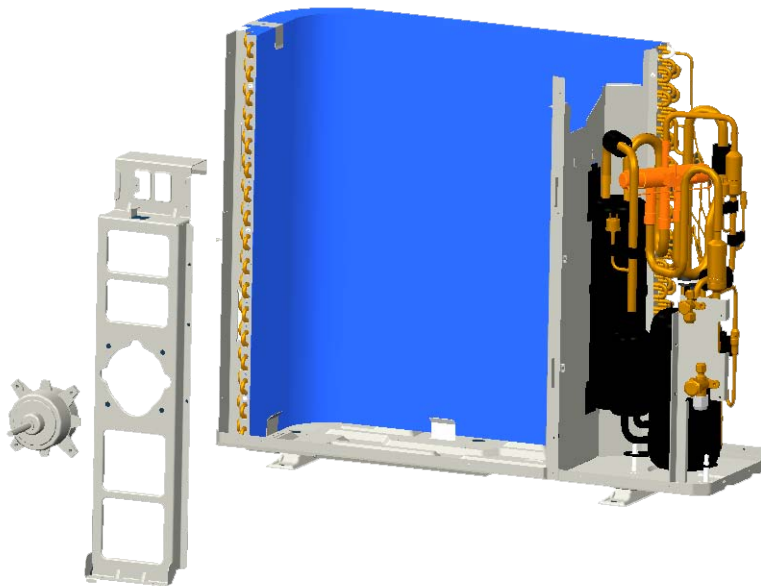

Fig.10
- Desconectar el cableado del motor y sacar el motor (Fig. 10)